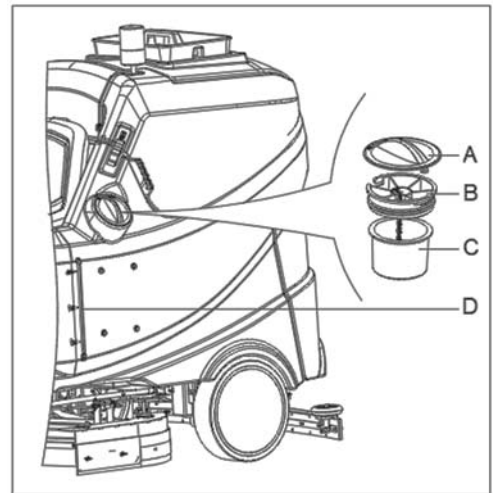

Figura 11
1. Abra la tapa de entrada del agua (A, Figura 11).